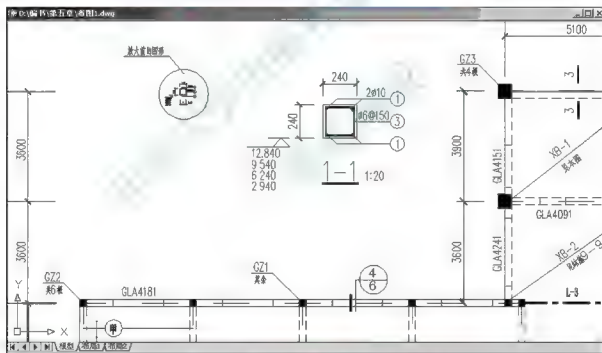

图 5-88 将“1—1 断面图”图块放大 5 倍
④ 在指定比例因子或 [复制 (C)/ 参照 (R)] <1.0000>: 提示下, 输入“5”后按 Enter 键, 表示将图形放大 5 倍, 结果如图 5.88 所示。
- 在图 5.88 中, 特意保留 1:20 放大的图形, 经对比可知, 右侧的梁的断面图为放大后的“1—1 断面图”的图形, 这里需要进行下面的计算。
- (1) 在模型空间内是按照主图 (1 : 100 标准层结构布置平面图) 的比例打印出图的, 打印时图纸上的所有图形均缩小到原来的 1/100, 所以需要 1 : 20 的“1—1 断面图”再放大 100/20=5 倍。
- (2) “1—1 断面图”的图形是按 1 : 1 的比例绘制的, 所以梁的断面的高度和宽度都是 240mm。用【比例】命令将其放大 5 倍后, 梁的断面的高度和宽度变成 $240\text{mm} \times 5 = 1200\text{mm}$ 。打印出图时随着主图缩小到原来的 1/100 后为 $1200\text{mm}/100 = 12\text{mm}$, 这样便形成 1 : 20 出图比例的梁。
- (3) “1—1 断面图”放大 $100\text{mm}/20 = 5$ 倍后, 梁的断面的高度和宽度尺寸变成 1200mm, 观察图 5.88, 标注的总宽度和高仍然为 240mm。这是由于将“1—1 断面图”做成了图块, 使形成“1—1 断面图”的众多图元变成一个图元, 只是将这个图元放大, 而形成这个图元的局部图元图块不变, 所以图元变大了而尺寸标注并未随之改变。
- (1) 在 1 : 20 “1—1 断面图”中, 文字“2 ϕ 10”和标注尺寸值的高度均为 3.5mm, 20 ϕ 10mm, 标高符号三角形的高度为 3mm, 20 ϕ 10mm。将图块放大 5 倍后, 文字“2 ϕ 10”和标注尺寸值的高度均变为 70mm, 5 ϕ 350mm, 标高符号三角形的高度变为 $60\text{mm} \times 5 = 300\text{mm}$ 。
- (2) 主图 (标准层结构布置平面图) 的出图比例为 1 : 100, 图中文字高度为 3.5mm, 100 ϕ 350mm, 标高符号三角形的高度变为 $3\text{mm} \times 100 = 300\text{mm}$ 。
- (3) 观察图 5.88 对比可知主图放大后, 1 : 1 断面图图块内的文字高度是相同的。打印时, 小到原来的 1/100 后, 1 : 100 主图与 1 : 20 “1—1 断面图”的文字高度、标注高度及标高符号各种符号的大小高度是一样的。